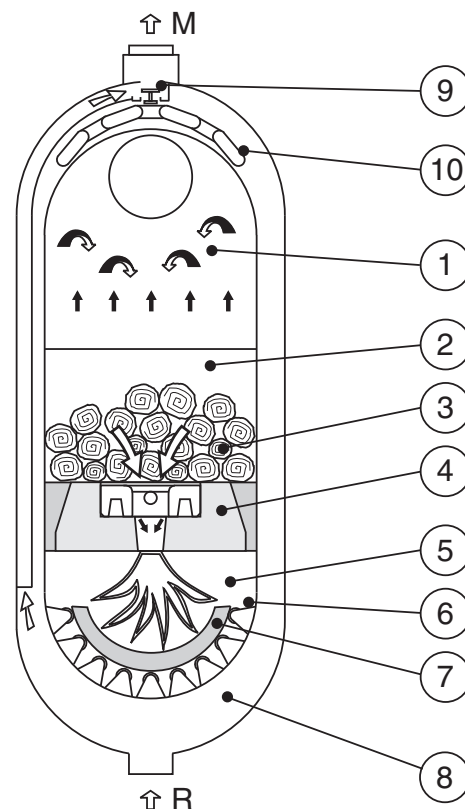

fig. 3
Il circuito idraulico interno della caldaia è concepito in modo tale che un sistema termostatico mantiene sempre alta la temperatura dell'acqua che circonda il magazzino legna così da eliminare il pericoloso fenomeno della condensa. Il corpo caldaia è formato da due elementi ovoidali l'uno inserito all'interno dell'altro, in modo che tra i due si formi una intercapedine d'acqua (fig.3).
Possiamo distinguere le seguenti parti (fig.3):
I residui solidi della combustione (ceneri), che si appoggiano sulla culla in refrattario (fig. 3, pos. 7) ad alta temperatura diverranno col tempo sempre più leggeri sino a che saranno trascinati dalla velocità dei gas e si depositeranno nella zona più bassa della camera fumo posteriore dalla quale verranno rimossi durante le operazioni di pulizia.
Il bruciatore è composto da una pietra refrattaria (fig. 3, pos. 4). Tale pietra presenta un'apertura ovale centrale da cui passa la fiamma.